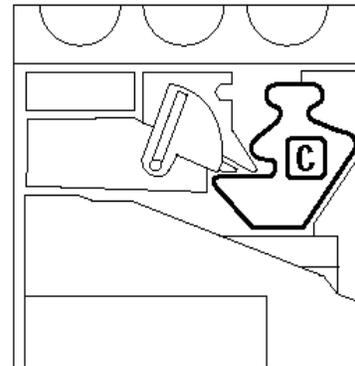

Abb. 20: Gebrauchter Entwicklersammelbehälter
- 3 Der Entwicklersammelbehälter ist sichtbar (Bereich C in Abb. 20).